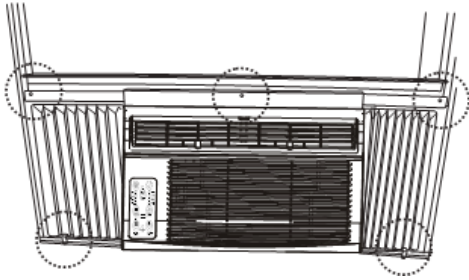

Fig. 8
B. Insérez les vis de blocage de $\frac{3}{4}$ po (19 mm) ou de $\frac{1}{2}$ po (12,7 mm) dans les trous du cadre et vissez-les dans l'encadrement de la fenêtre (figure 8).